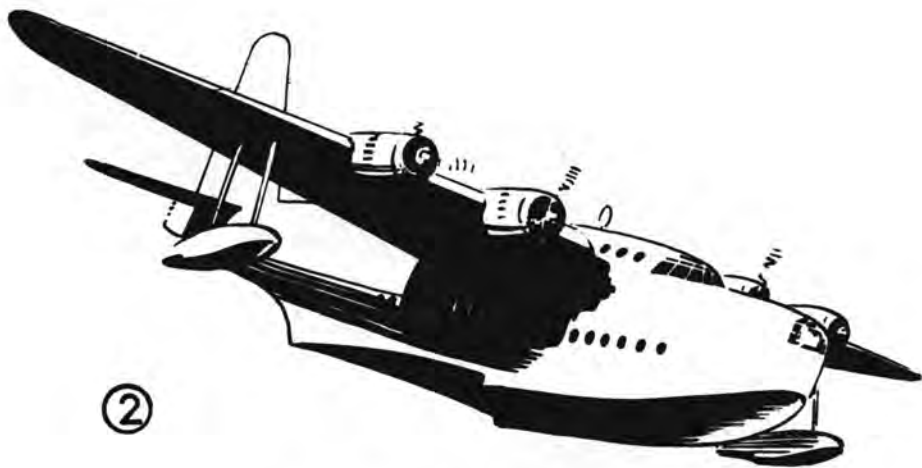

Fig. 16. — Un hydravion à coque.
Dans certains hydravions, le fuselage lui-même sert de flotteur : ce sont des hydravions à coque (2) (fig. 16).